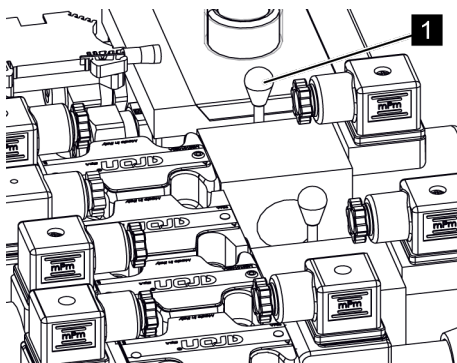

Fig. 83: Dévisser le levier de secours
5. → Dévisser le levier de secours (Voir la Fig. 83/1) de la vanne du système d'entraînement à chenilles et l'enlever.